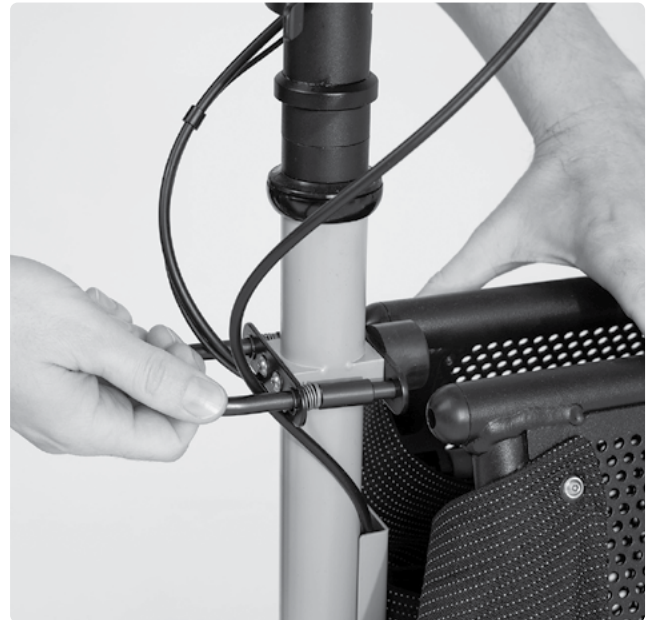

BILD 55
- Stäng korgen genom att föra samman de båda korgvingarna, håll korgvingarna med ena handen och dra tillbaka låsstången med den andra handen så att den går in i båda korgvingarna (Bild 55).